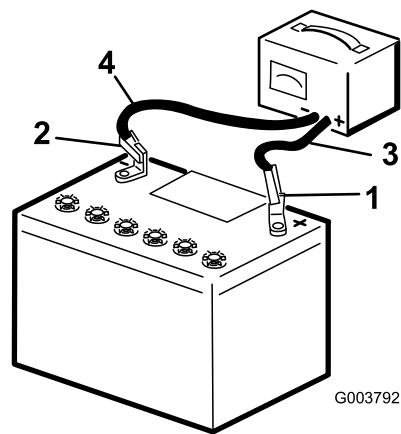

Bild 44
2. Laden Sie die Batterie mit drei bis vier Ampere für vier bis acht Stunden auf (Bild 44). Überladen Sie die Batterie nicht.
3. Wenn die Batterie voll geladen ist, ziehen Sie den Stecker des Ladegeräts aus der Dose. Klemmen Sie dann die Klemmen des Ladegeräts von den Batteriepolen ab (Bild 44).
1. Schließen Sie das Pluskabel (Rot) der Batterie mit den vorher entfernten Befestigungen am Pluspol (+) der Batterie an (Bild 44).
3. Schließen Sie das Minuskabel (Schwarz) der Batterie mit den vorher entfernten Befestigungen am Minuspol (-) der Batterie an (Bild 44).
4. Befestigen Sie die Batterie mit der Stange und den Flügelmuttern (Bild 44).